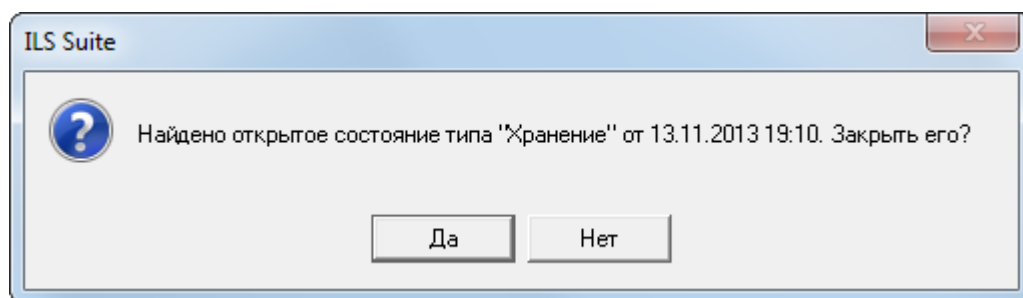

Рис. 22-19 – Найдено открытое техническое состояние вида «Хранение»
6) В случае обнаружения открытого технического состояния вида «Хранение» (значение в поле «Тех. состояние») для данного экземпляра ФИ открывается диалоговое окно, приведенное на (рис. 22-19). При ответе «Да» техническое состояние «Хранение» будет закрыто.